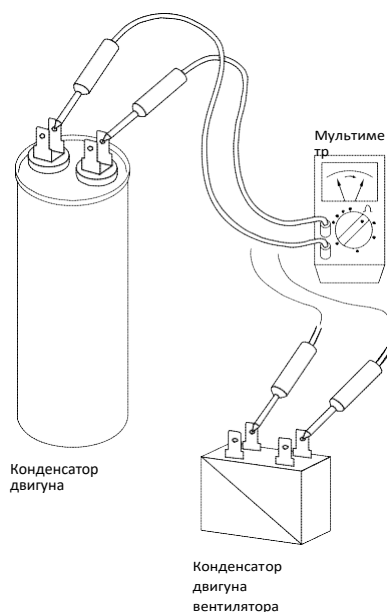

Рис. 3
- 1) Від'єднайте дроти живлення від клем конденсатора, а потім розташуйте на них електроди, як показано на рис. 3.